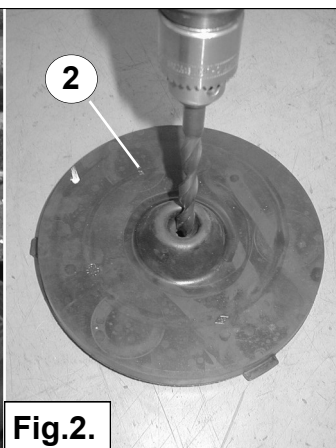

Fig.2.
4. Demontieren Sie die gummi Scheibe 2 und bohren Sie ein Loch von $\varnothing 10\text{mm}$ in dem Mitten. Sehe fig.2.
4. Démontez la rondelle en caoutchouc 2 et forez un trou de $\varnothing 10$ mm en son centre. Voir fig. 2.